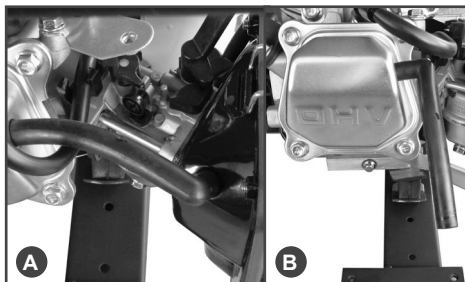

Рис. 12 Трубка сапуна
- Отсоедините трубку сапуна (вентиляции картера) от крышки клапанов двигателя и корпуса воздушного фильтра (Рис. 12А).
- Вставьте трубку сапуна коротким концом в отверстие в крышке клапанов двигателя, а свободный длинный конец трубки направьте вниз (Рис. 12В). Отверстие в корпусе воздушного фильтра необходимо заглушить.